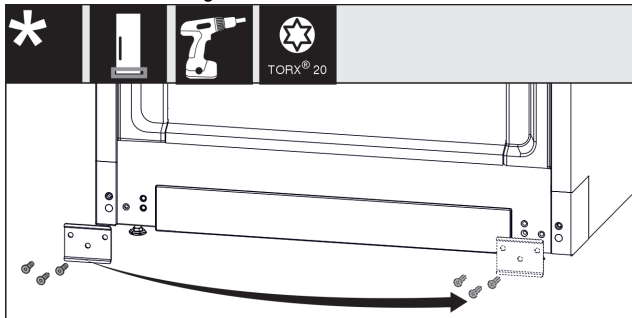

Fig. 17
► Dévisser la plaque, la placer de l'autre côté et la revisser. Fig. 17 (1)